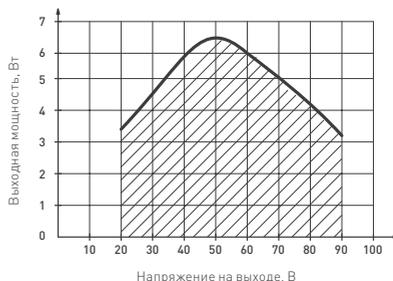

Рисунок 2. График зависимости выходной мощности источника питания от напряжения на выходе (примерный)
- 4.3. При подборе светодиодной панели или светодиодного светильника учитывайте зависимость выходной мощности источника питания от напряжения на выходе (см. рисунок 2). Выходное напряжение источника обусловлено подключенной нагрузкой.